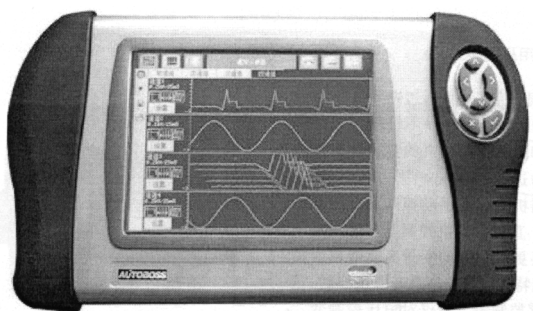

图 4-6 车博士诊断仪点火数据流与波形显示
(3) 利用故障诊断仪分析点火数据流与波形 连接故障诊断仪进入点火系统, 如图 4-6 所示, 读取点火数据流与波形, 然后与标准数据进行比较判断。